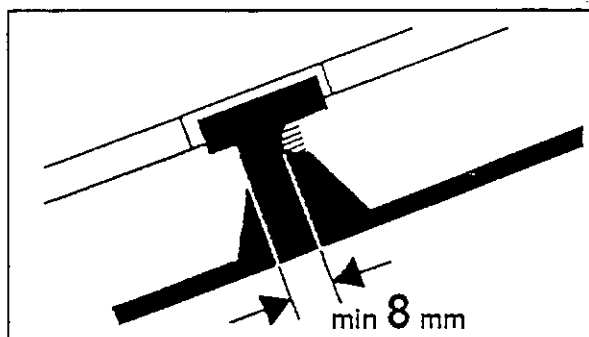

fig. 4-36
- aussitôt que l'axe est usé à 8 mm (fig. 4-36).